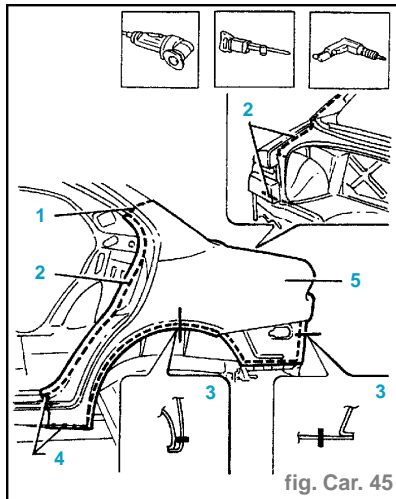

fig. Car. 45
- Utiliser la scie circulaire en suivant les lignes de découpage hachurées en figure (1) (fig. Car. 45).